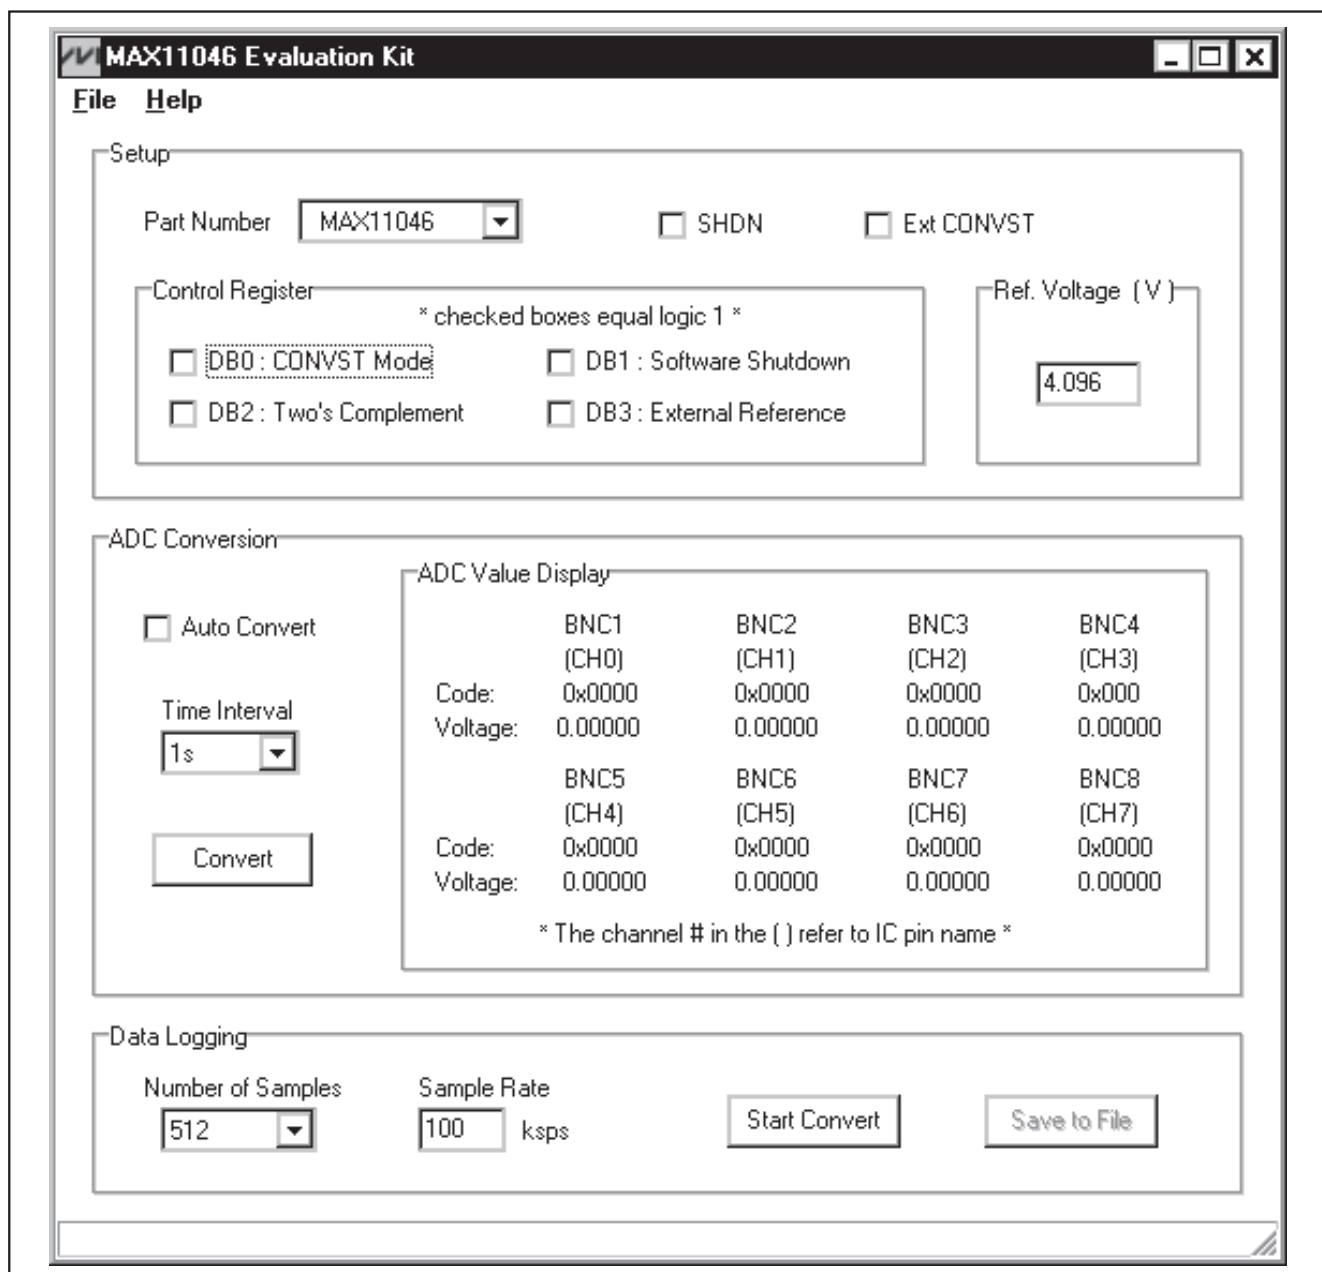

图1. MAX11046评估软件主窗口
- 10) 点击**Start | Programs**菜单中的图标, 启动MAX11046评估软件。将会弹出评估软件主窗口, 如图1所示。
评估软件的主窗口如图1所示。该GUI分为三个部分, 用于控制IC, 这三个部分为: **Setup**、**ADC Conversion**和**Data Logging**。